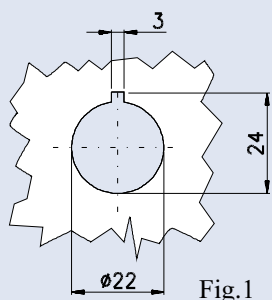

Fig.1
The contact support ① allows assembly of the mini valve with the different types of actuators ② you find hereafter. For panel mounting ( max. thickness 6 mm ) please follow the drilling marks of fig.1 paying particular attention to the clamping torque.
La basetta portacontatti ① permette il montaggio della minivalvola con i diversi azionamenti ② sottoriportati. Per un fissaggio su pannello ( max. 6 mm di spessore ) seguire la traccia di foratura di fig.1 prestando particolare attenzione alla coppia di serraggio.